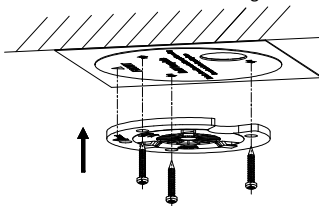

Abbildung 2-7 Montieren der Montageplatte
8. Montieren Sie die Montageplatte der Kamera an der Wand bzw. Decke mit den mitgelieferten Schrauben wie in Abbildung 2-7 gezeigt. Achten Sie dabei auf die Ausrichtung der Montageplatte.